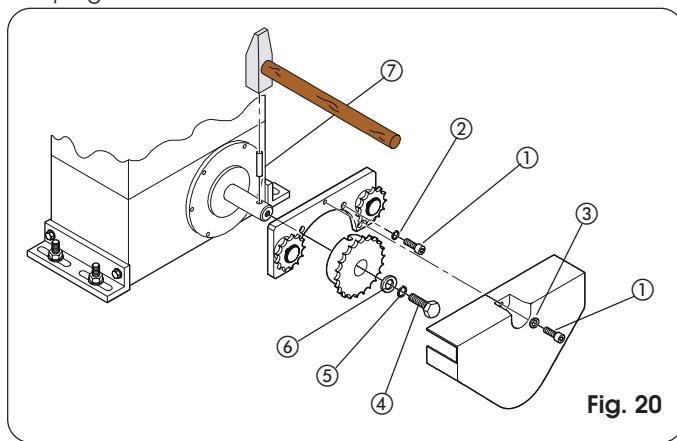
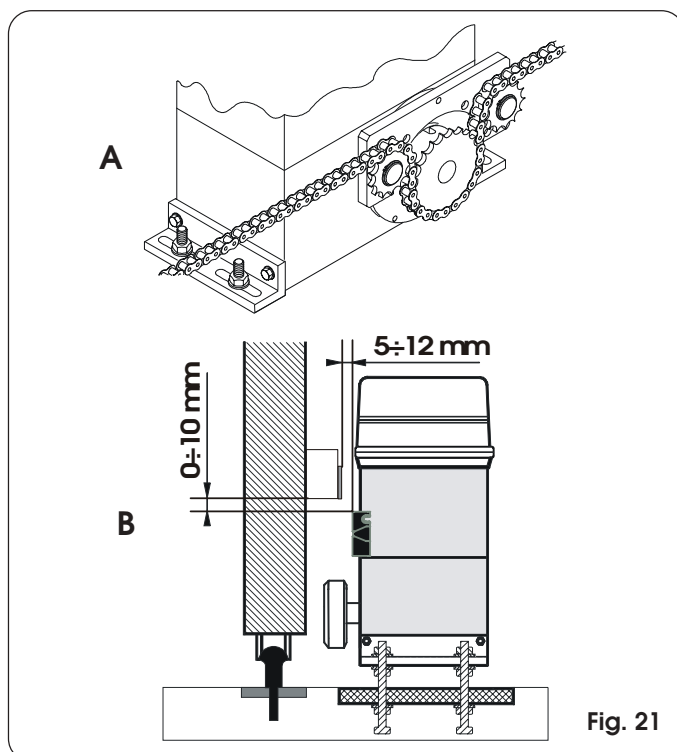

Fig. 20
Fig. 21
- 2) Plaats de beugel van de tussenoverbrengingen op de flens van de motorvertraging met behulp van de vier schroeven 1 (M5 x 12) en de bijbehorende ringen 2 uit de set, zoals aangegeven op fig. 20.
- 4) Voer de ketting door zoals aangegeven op fig. 21 ref.A en monteer de afdekking met de schroef 1 en de ring 3 van fig. 20.
- 5) Voor aandrijvingen met MLS eindschakelaar dienen er steunen voor de bijgeleverde magneten te worden aangebracht volgens, de maten die worden aangegeven op fig. 21 ref.B.